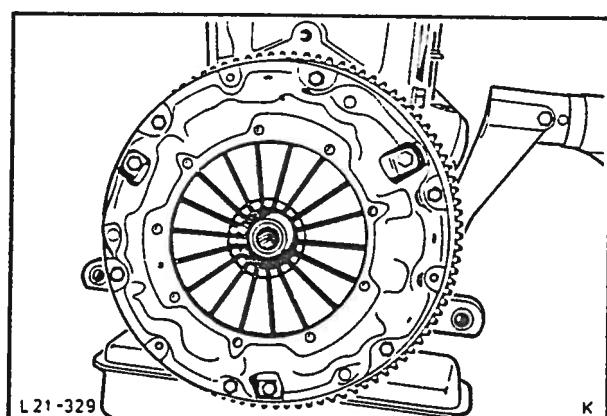

Fig. 47 Demontering av clutchens trykkplate.
17. Demonter clutchens trykkplate, (6 bolter) og lamellplaten, fig. 47. Skru deretter av svinghjulet.